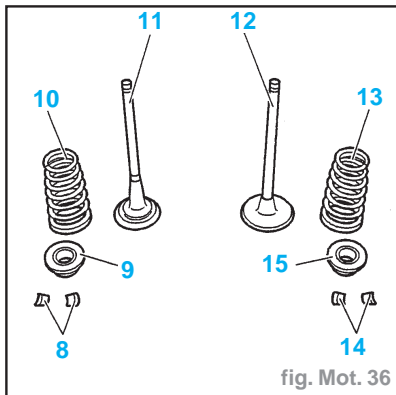

fig. Mot. 36
- Déposer (fig. Mot. 36) :
- les demi-cônes (8) et (14)
- les cuvettes (9) et (15)
- les ressorts (10) et (13)
- les soupapes d'échappement (11)
- les soupapes d'admission (12)